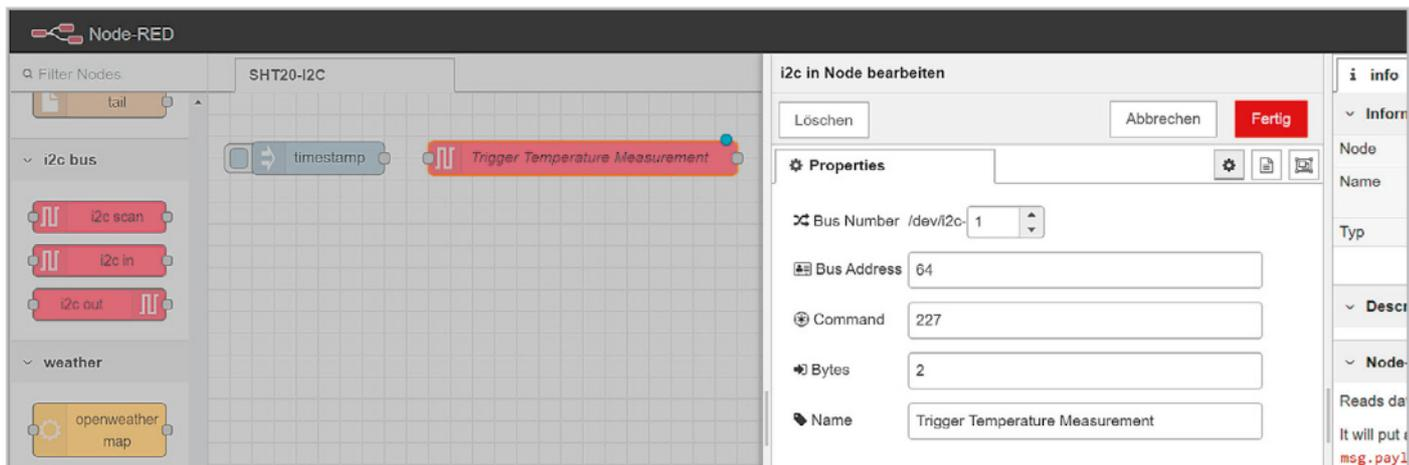
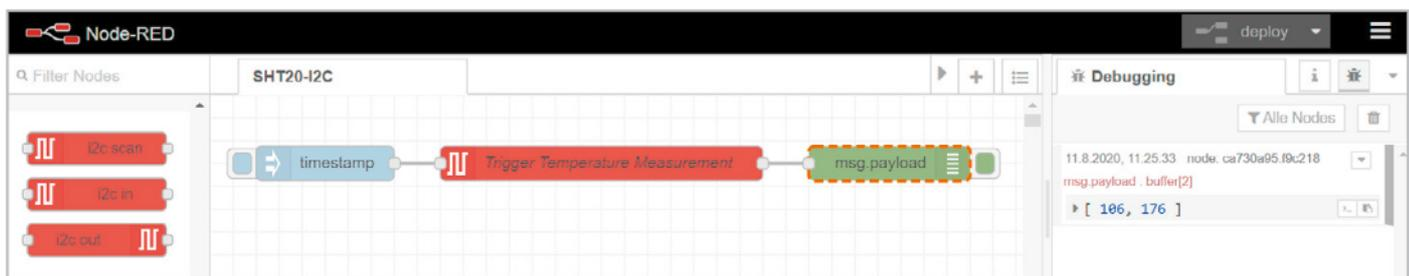

Bild 13: Konfiguration des i2c-in-Node
Bild 14: Ausgabe der Temperaturmessung
Figure 14 Transmission Stop condition (P) - a low to high transition on the SDA line while SCL is high. The Stop condition is a unique state on the bus created by the master, indicating the end of a transmission sequence (bus is considered free after a Stop).
Wir öffnen nun unseren i2c-in-Node, setzen die entsprechenden Werte (Bild 13) ein und geben dem Node einen Namen. An den i2c-in-Node hängen wir vorerst einen debug-Node, verbinden alle Knoten und deployen den Flow. Stoßen wir nun per inject-Node eine Messung an, bekommen wir als Ergebnis eine Ausgabe mit zwei Werten – unseren MSB und LSB der Temperaturmessung (Bild 14). Im speziellen Fall die Werte [106, 176].